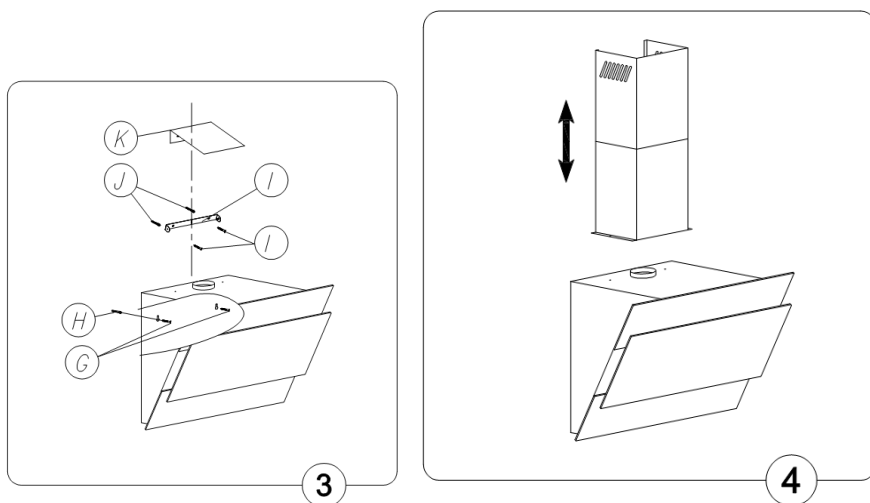

Рис. 3
3. Высверлить в стене отверстия диаметр которых должен соответствовать диаметру монтажных дюбелей, которые необходимо поместить в этих отверстиях (Рис.3 поз. G и H).
- в) Высверлить обозначенные на стене отверстия, используя сверла, диаметр которых соответствует приложенным дюбелям (Рис. 3 поз. G и H), вбить дюбели, а затем вкрутить шурупы,
- д) В случае если вытяжка будет использоваться в качестве рециркулятора, то вместе с верхней подвеской (Рис. 3 поз. I) следует установить разделитель воздуха (Рис. 3 поз. K), который будет направлять отфильтрованный угольным фильтром воздух в боковые отводящие решетки верхнего корпуса назад на кухню,